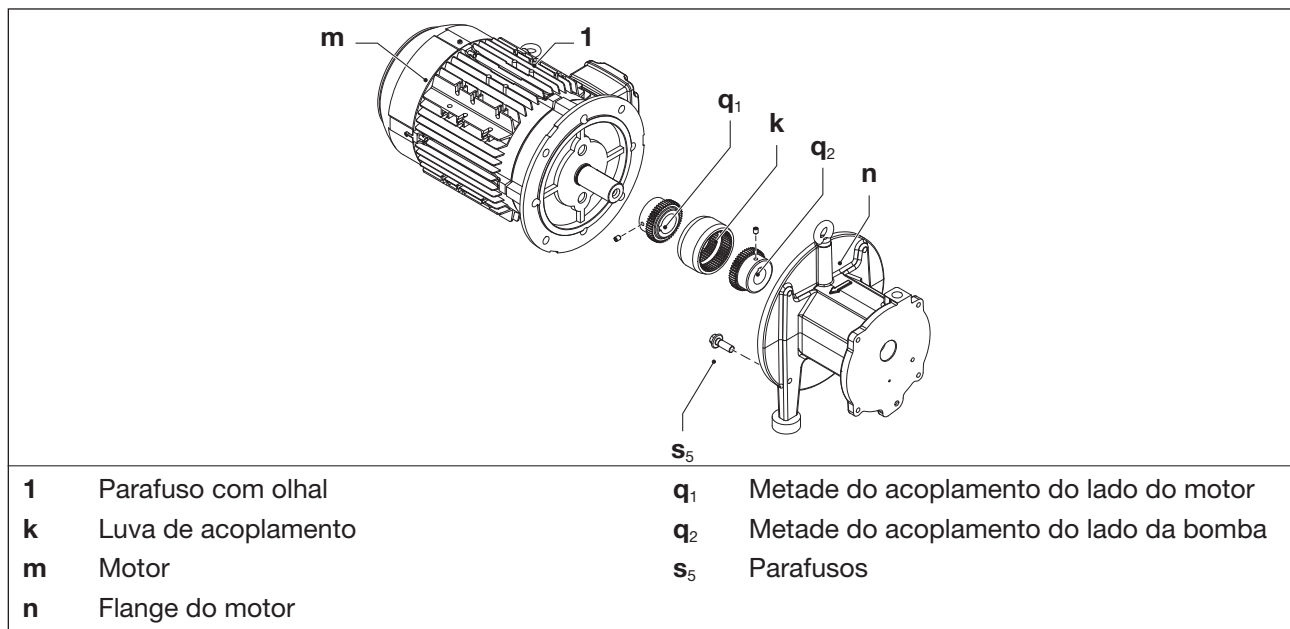

Fig. 10 Acoplamento
A luva de acoplamento (Fig. 10/k) está sujeita a desgaste e deve ser verificada regularmente (pelo menos 1 vez por ano).
- Para a verificação do acoplamento, desligar o motor (Fig. 10/m) e proteger contra religamento.
- Apertar firmemente o parafuso com olhal no motor (Fig. 10/1).
- Soltar os parafusos (Fig. 10/s5) do flange do motor (Fig. 10/n).
- Retirar axialmente o motor com metade do acoplamento do lado do motor (Fig. 10/q1) do flange do motor (Fig. 10/n) e suspender usando o equipamento de elevação.
- Verificar a luva (Fig. 10/k) quanto a danos e desgaste e, se necessário, substituir.
- Deslizar axialmente a luva e o motor, com metade do acoplamento, no lado do motor novamente e, com os parafusos (Fig. 10/s5), fixar no flange do motor (Fig. 10/n). Torque de aperto: 90 Nm